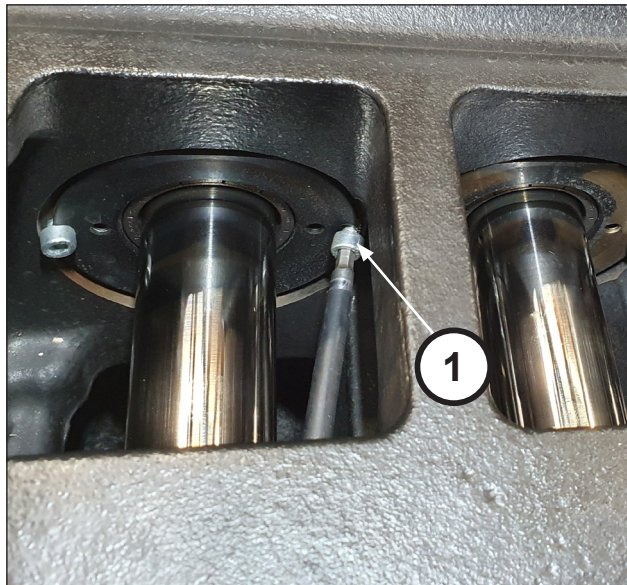

Рис. 138
Открутите крепежные винты крышки сальника (поз. ①, Рис. 138).